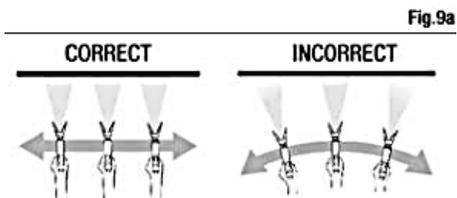

Fig. 9a
1. Переместите пистолет-распылитель (6), не сгибая запястье. Это позволит держать пистолет (6) под прямым углом к поверхности, сохраняя рисунок ровным (рис. 9a).